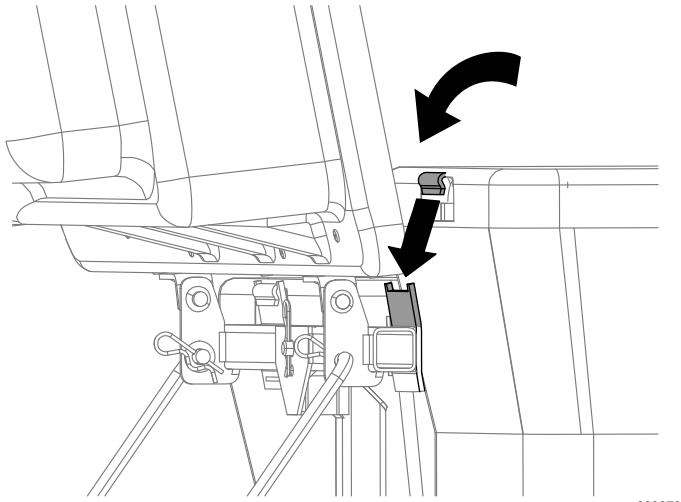

Bild 22
4. Heben Sie die Abdeckung des Heckfangsystems an und setzen Sie die in 9 Montieren des Grasfangkorbs \(Seite 15\) zusammengebauten Grasfangkörbe ein. Schieben Sie die Korbhaken auf die Befestigungshalterungen (Bild 22).